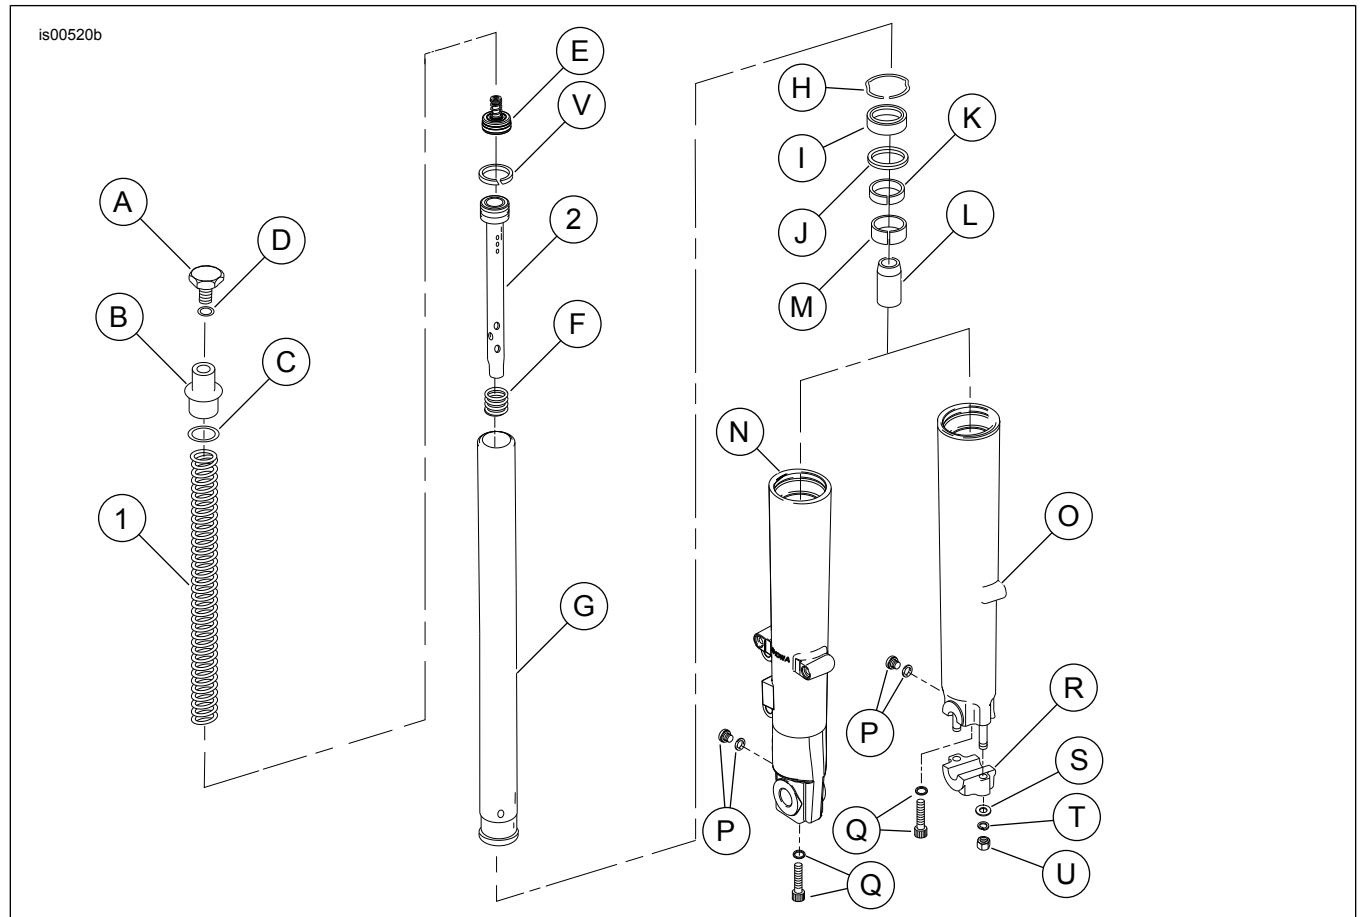

Abbildung 6. Ersatzteile: Touring Vorderrad-Tieferlegungssatz
2. Siehe Abbildung 6. Muttern (U), Sicherungsscheiben (T), flache Unterlegscheiben (S) und Achshalter (R) von den Bolzen am Ende des Gabelgleitrohrs (O) abbauen.
Schritte 4 – 16 gemäß der Abbildung 6 durchführen.
Das folgende Verfahren gemäß der Abbildung 6 durchführen.